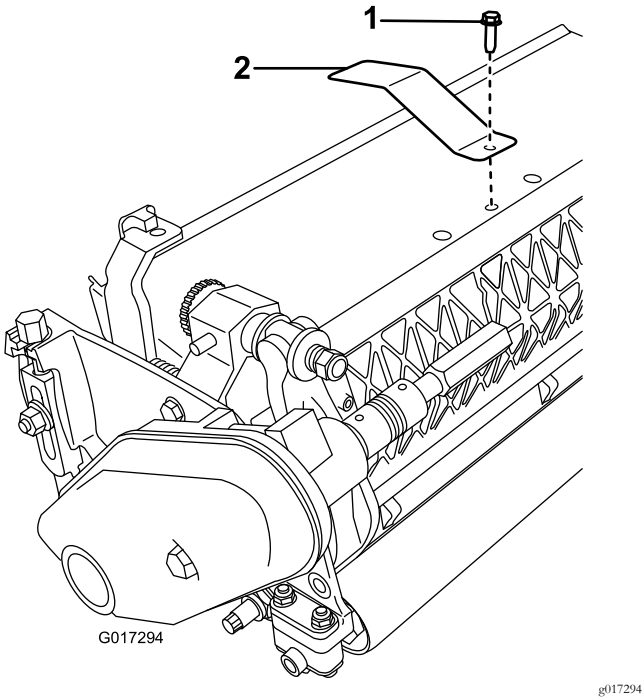

图3
- 拆下中间的挡草罩螺栓 图3。
- 使用之前拆下的螺栓将靶板安装到滚刀组顶部 图3。